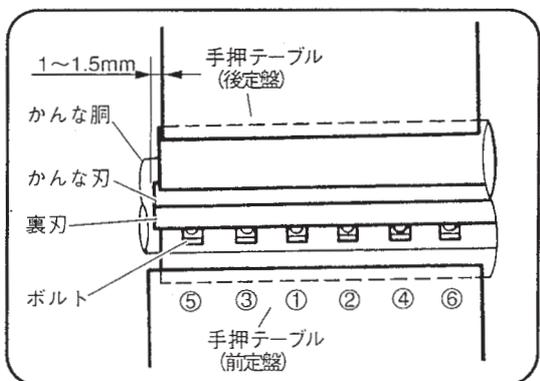

図 25
**注** ● このとき、水返しの加工ができるようかなな刃の側面が手押テーブル（後定盤）の側面より 1～1.5mm 出張るように取付けてください。（図 25）
- (4) 付属の両口スパナ(10mm)でボルト 6 本を締付けます。
(図 25 参照)